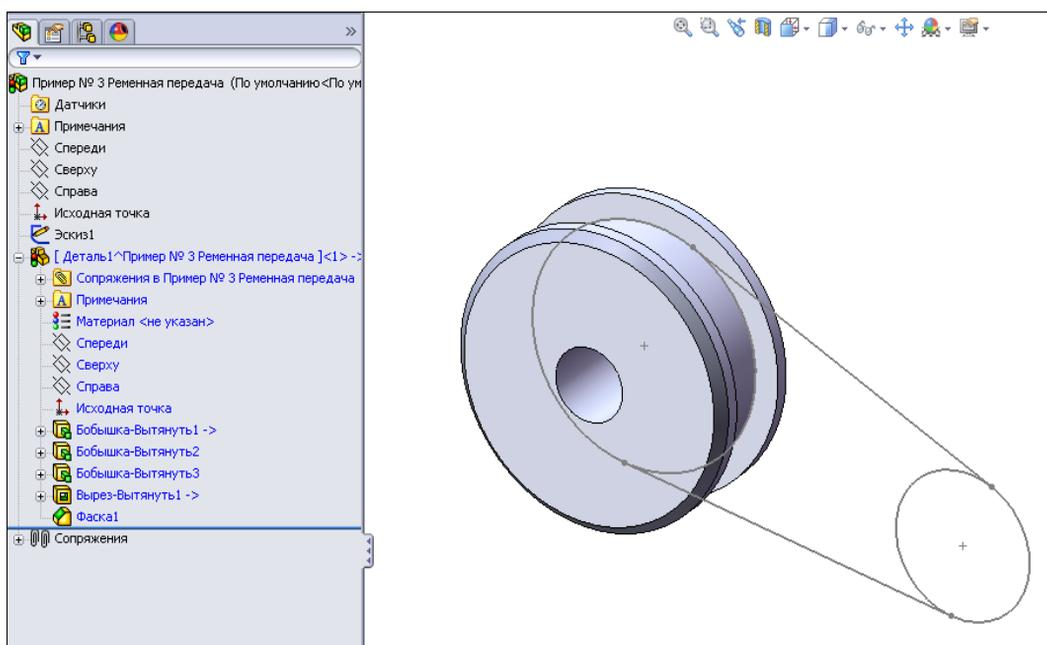

Рис. 6.72
9. На кромках шкива оформим фаски размером $2 \times 45^\circ$ (рис. 6.72).